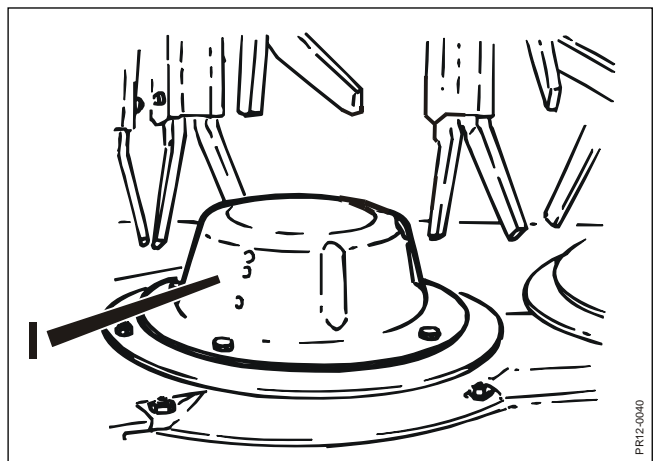

Fig. 5-7
**Fig. 5-7** Le calotte **I** sugli altri dischi dovrebbero essere raddrizzate qualora si deformino e se necessario sostituiti. Smontare le calotte almeno 2 – 3 volte durante la stagione.